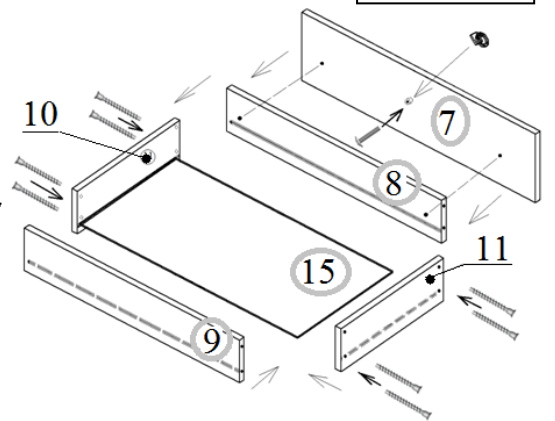

Рисунок 7
- Собрать ящики из деталей (поз.7,8,9,10,11,15.) используя евровинты 50 мм. **См. рис. 7.**